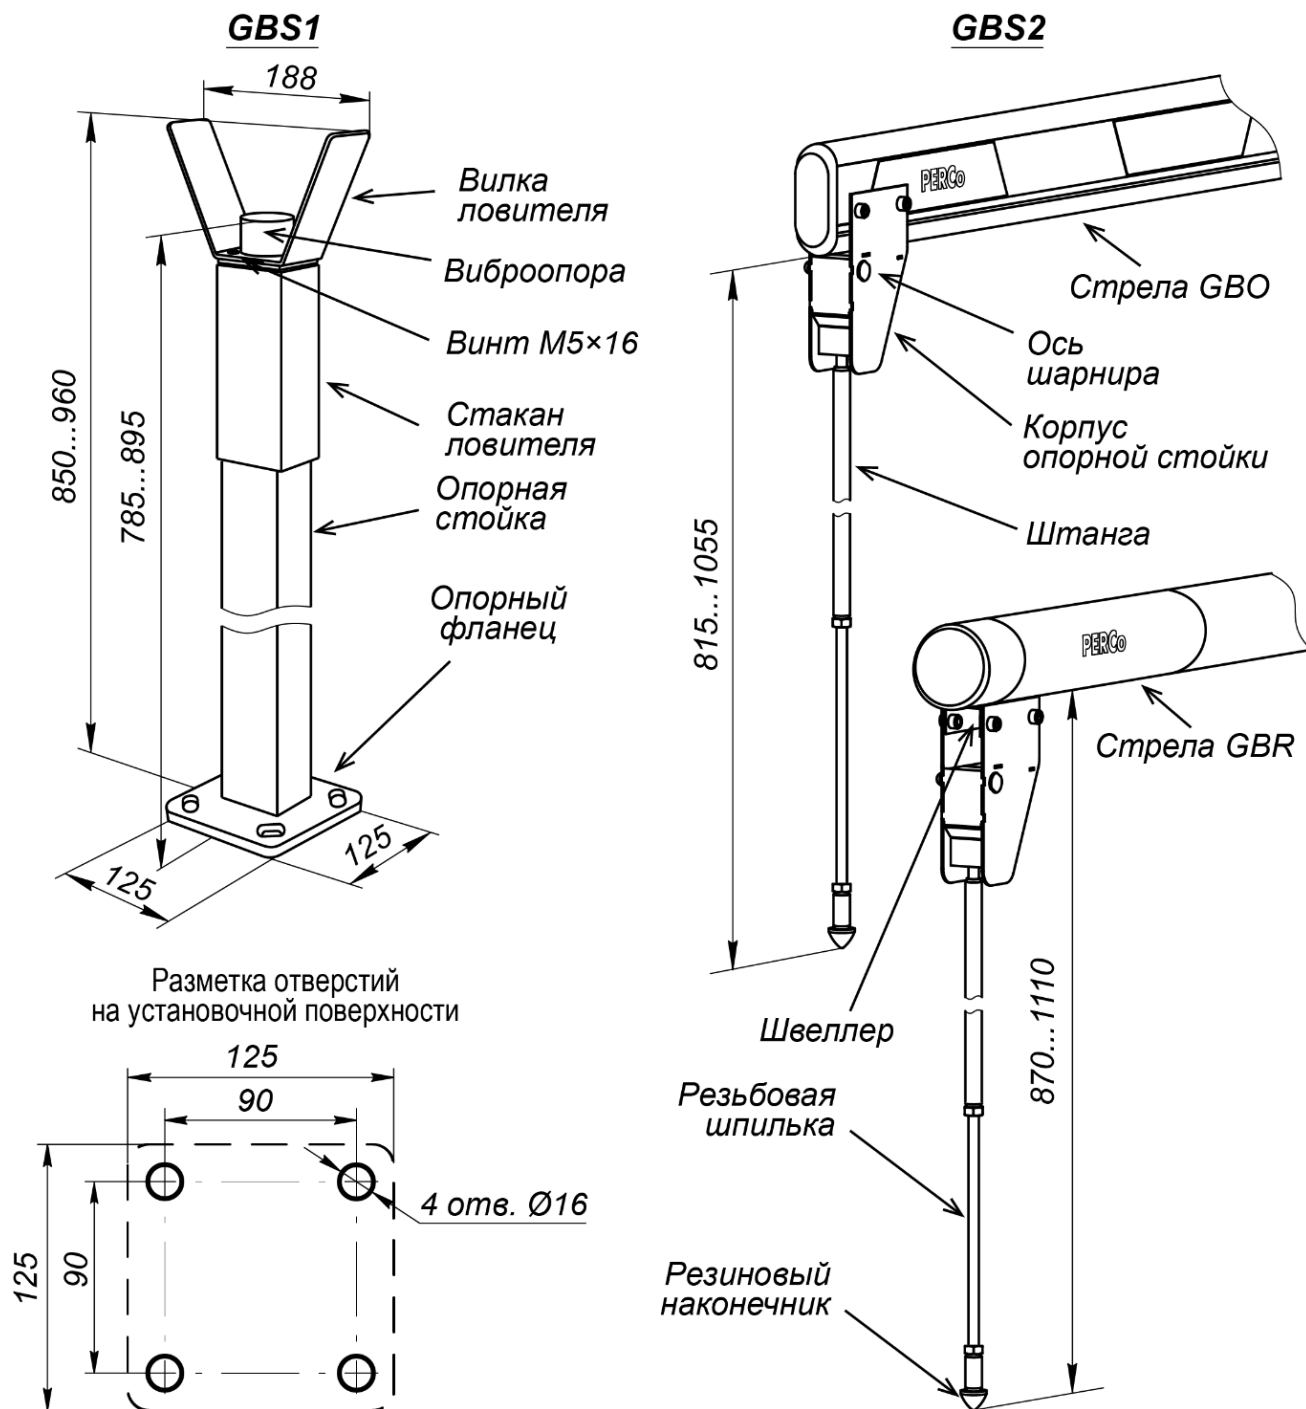

Рисунок 18. Внешний вид опорных стоек **PERCo-GBS1** и **PERCo-GBS2**
При необходимости, а также при длине стрелы более 3 метров, устанавливается опорная стойка с ловителем стрелы **PERCo-GBS1**. Опорная стойка **PERCo-GBS1** состоит из стойки прямоугольного сечения с опорным фланцем и ловителя стрелы (см. рис. 18).
1. Выполните в установочной поверхности отверстия в соответствии с разметкой (см. рис. 18). Ось опорной стойки должна совпадать с продольной осью стрелы шлагбаума (обращаем внимание, не с осью стойки шлагбаума!, см. рис. 7). Размер отверстий на схеме указан для анкеров типа PFG IH10 («SORMAT»), при использовании других типов анкеров необходимо выполнять отверстия соответствующих им диаметра и глубины.
Вместо стационарной стойки **PERCo-GBS1** можно использовать подвесную опорную стойку **PERCo-GBS2**, которая крепится непосредственно на стреле шлагбаума (см. рис. 18). В вертикальном положении стрелы подвесная стойка складывается под собственным весом. При монтаже на прямоугольно-овальной стреле **PERCo-GBO** в стреле необходимо будет просверлить два сквозных отверстия под болты крепления корпуса опорной стойки. На круглой стреле **PERCo-GBR** необходимо предварительно закрепить на заклепках швеллер из комплекта поставки опорной стойки (см. Инструкцию по монтажу из комплекта подвесной стойки), на который затем монтируется корпус опорной стойки.